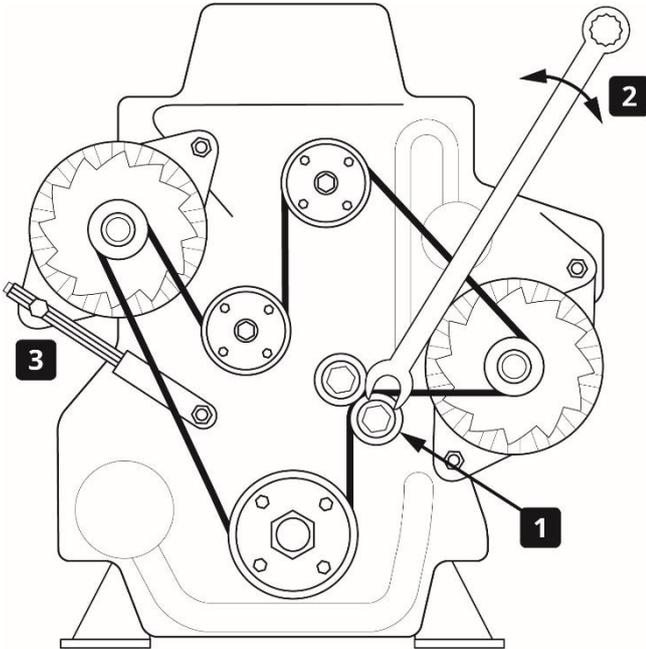

Figure 9 : Réinstallation avec tendeur automatique
1. Faire passer la courroie d'entraînement à travers les poulies, en sautant le tendeur automatique (repère 1 de la Figure 9).
2. Desserrer le tendeur automatique à l'aide d'une clé (repère 2 de la Figure 9).
3. Avec la courroie autour de toutes les autres poulies, la faire glisser sur le tendeur automatique (élément 1 de la Figure 9) tout en maintenant la pression sur la clé.
2. Basculer l'alternateur vers l'avant et fixer sans serrer l'oreille de réglage sur le bras de réglage (repère 3 de la Figure 9).